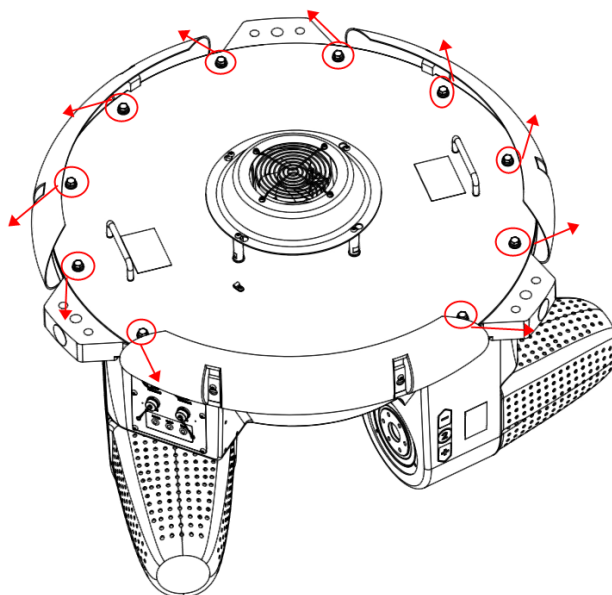

图 4-1 拆除顶盖盖板螺钉
**步骤2** 使用 12 mm 开口扳手逆时针旋转拆除顶盖盖板上的 12 颗 M8×16 六角头法兰面螺栓，如图 4-1 所示。